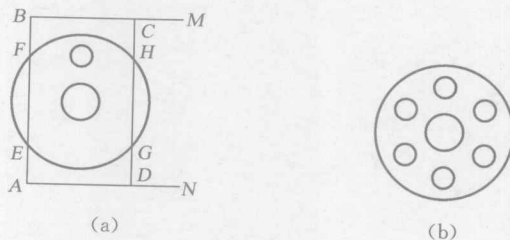

图 1-2
(1) 练习 AutoCAD 的常用图形编辑命令,如 SELECT、ERASE、OOPS、BREAK、TRIM、EXTEND、UNDO、REDO、MOVE、STRETCH、ROTATE、MIRROR、MIRRTXT、COPY、ARRAY、OFFSET、SCALE、LENGTHEN、CHAMFER、FILLET、CHANGE、EXPLODE、PEDIT、DIVIDE、MEASURE、DIST 等。
(2) 如图 1-2(a)所示,先画出此图,然后做下述操作:
- ① 用 ERASE 命令擦除若干图线,并用 OOPS 命令恢复。
- ② 用 BREAK 命令删除 CM 和 DN。
- ③ 用 TRIM 命令修剪 EF 和 GH。
- ④ 用 COPPY 命令把 3 个圆复制到一个新位置,成为同心圆。
- ⑤ 用 ARRAY 命令生成题图 1-2(b)。